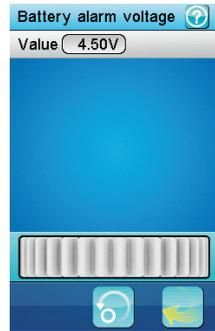

图4
**警报电压：**设置电压值，低于此电压可以听见警报并且屏幕顶部上方的接收机电池标识开始闪烁(如图4)。